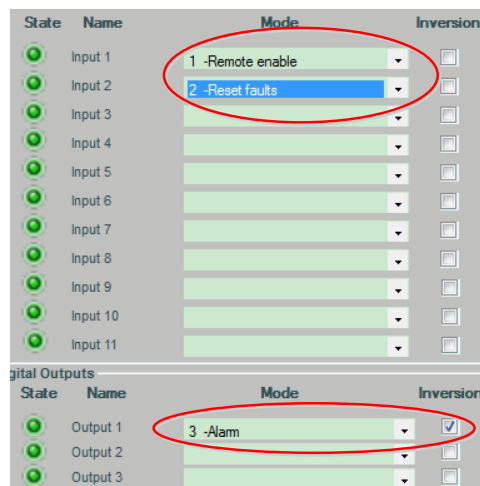

图 4-8 远程使能、报警和清错等 IO 信号设置
(3) 打开远程使能、报警和清错 IO 信号, IO 信号设置应与硬件接线对应, 如图 4-8 所示为固高控制器和 GTHD 驱动器之间接线的 IO 设置, 其中报警设置要取反。